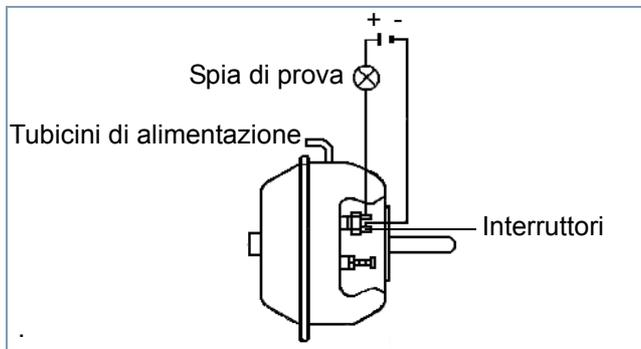

Abb. 1 Cilindro a membrana
- Verificare la funzionalità meccanica ed elettrica degli interruttori presenti sugli apparecchi con indicatore della corsa (vedere fig. 1).
- Fissare il raccordo per test sul tubicino di sfiato (vedere fig. 1) nel coperchio del cilindro.